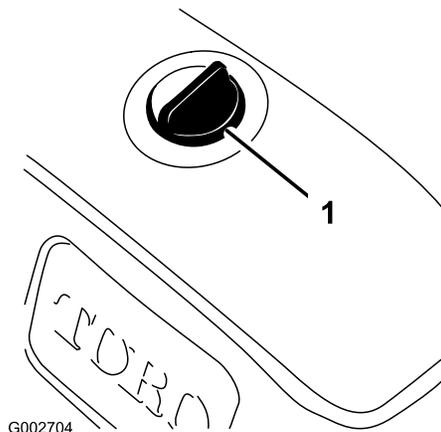

Figure 17
2. Nettoyez la surface autour du bouchon du réservoir hydraulique pour éviter que des impuretés ne tombent dans le réservoir (Figure 17).